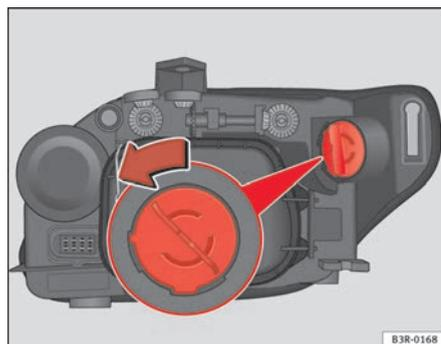

Fig. 201 Lámpara luz intermitente
- Gire el portalámparas en el sentido contrario a las agujas del reloj asíéndolo por el empuñadura ⇒ fig. 201 y extraiga el portalámparas y la lámpara.